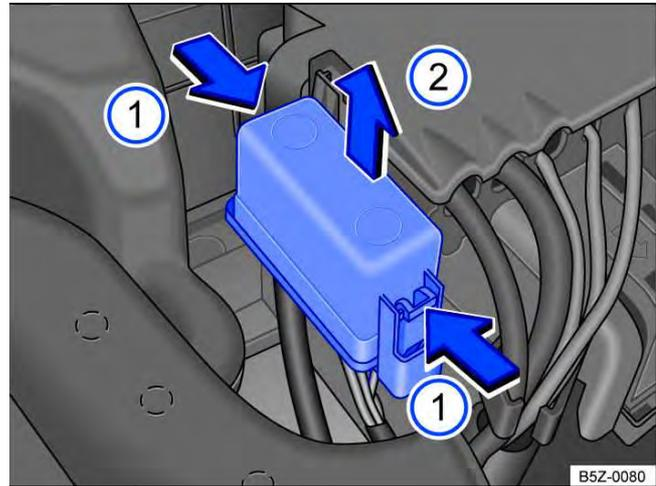

Fig. 149 No compartimento do motor: retirar cobertura da caixa de fusíveis.
- Pressionar as travas no sentido da seta ① para destravar a cobertura da caixa de fusíveis → Fig. 149.
- Remover a cobertura por cima ②.
- Para a **instalação**, colocar a cobertura sobre a caixa de fusíveis. Pressionar a cobertura para baixo, no sentido contrário ao da seta ②, até que trave de forma audível.